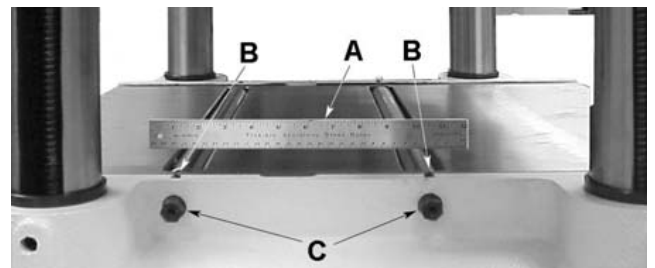

Рис. 16
Настройка роликов стола (см. рис. 16):
2. С левой или правой стороны положите стальную линейку или брусок на оба ролика (А, рис. 16).